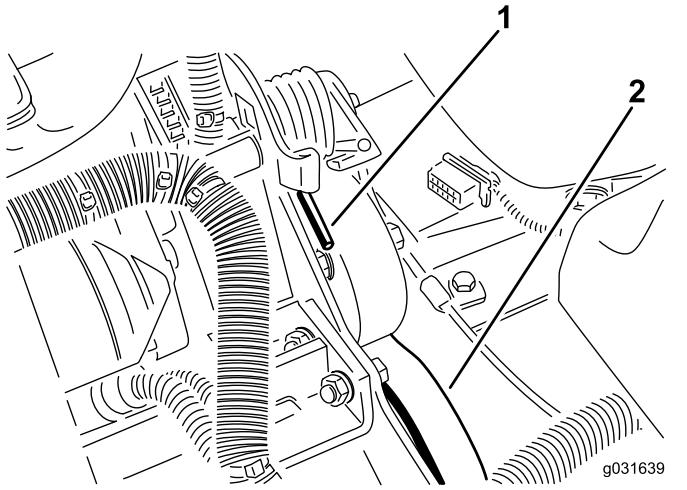

Рисунок 61
- Нажмите вниз и вперед на конец пружины, чтобы вывести ее из зацепления с кронштейном и снять натяжение пружины (Рисунок 61).